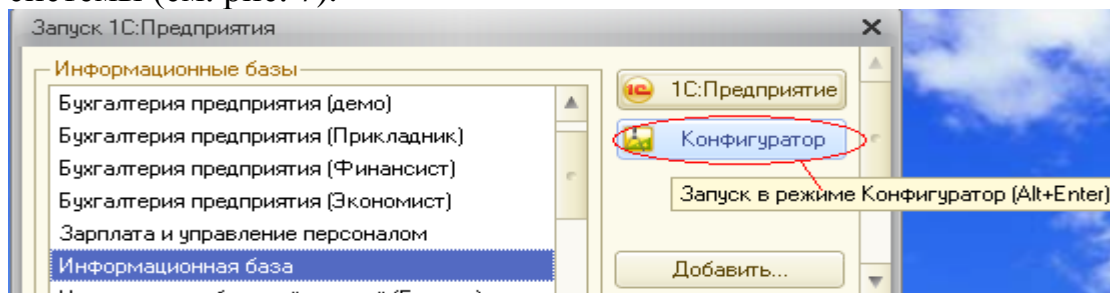

Рисунок 7 – Запуск Конфигуратора
**В режиме Конфигуратор.** Итак, запустим 1С:Предприятие в режиме **Конфигуратор**. Для этого нажмем кнопку **Конфигуратор** в диалоге запуска системы (см. рис. 7).